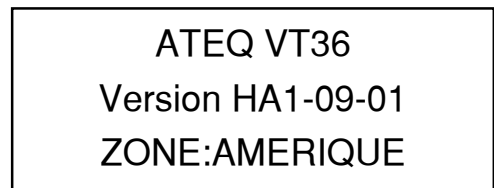

Fig. 2
- puis affiche la version de programme (Fig. 2).